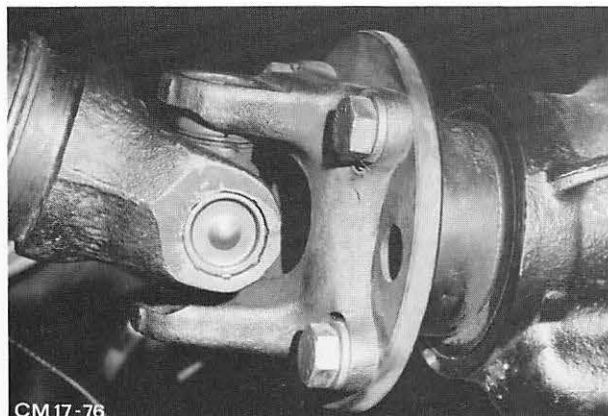

Abb. 20 Gelenkwelle an Flansch-Antriebskegelrad
5. Gelenkwelle vom Flansch-Antriebskegelrad abbauen (4 Schrauben). Abb. 20.